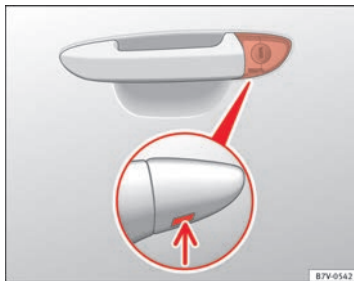

Fig. 191 Maniglia della porta del conducente: Serratura di chiusura nascosta.
- Introdurre la mappa nell'apertura della copertura posta sulla maniglia della porta del conducente verso il basso ⇒ **fig. 191** (freccia) e rimuovere la copertura dal basso verso l'alto.